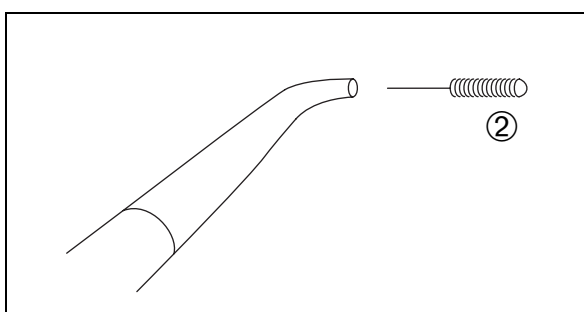

Abb. 28
Bei Bedarf können Sie den Wasserweg in der Düse mit dem mitgelieferten Reinigungsdraht ② säubern (Abb. 28).